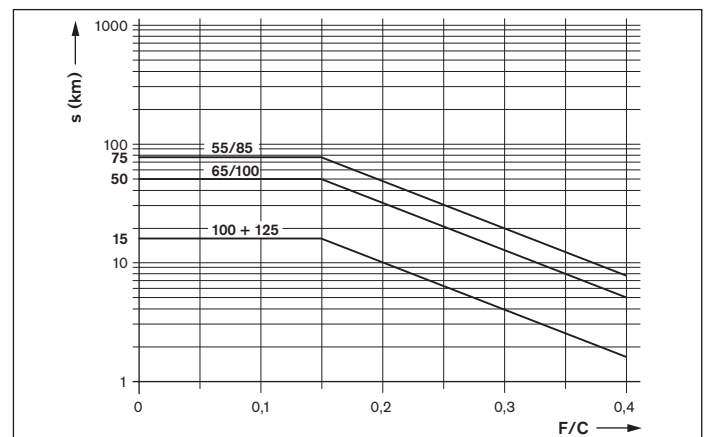

Figura 24
- ▶ Si se alcanza el intervalo de relubricación de la figura 24, se deberá introducir la cantidad de lubricante según la tabla 16.
- ▶ Si se alcanza el intervalo de relubricación de la figura 24, se deberá introducir por cada conexión de lubricación la cantidad de lubricante según la tabla 16. Determinar el número de impulsos y el ciclo de lubricación de la misma manera que en la relubricación (carrera normal).
El ciclo de lubricación resulta de la partición del intervalo de relubricación (según la figura 24) dividido el número de impulsos determinado.